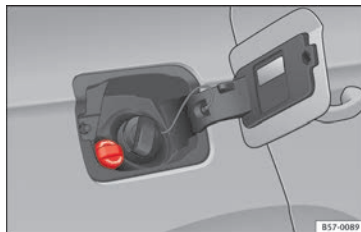

Fig. 233 Tappo di rabbocco del serbatoio di AdBlue.
- Aprire lo sportellino del serbatoio » **fig. 233.**
- Ruotare verso sinistra il tappo del bocchettone di riempimento dell'SCR »» **fig. 233**.